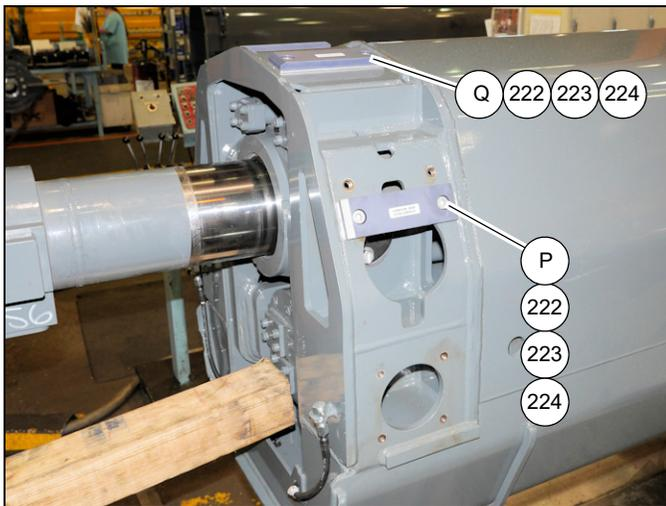

FIGURA 4-119
84. Instale a placa de desgaste lateral (224) e os calços (222, 223) no conjunto inferior dos furos de montagem (P) usando os parafusos (225) (consulte a Figura 4-119) (lados esquerdo e direito).
85. Instale as placas de desgaste superiores (Q, 224) e os calços (222, 223) usando os parafusos (225) (consulte a Figura 4-119).